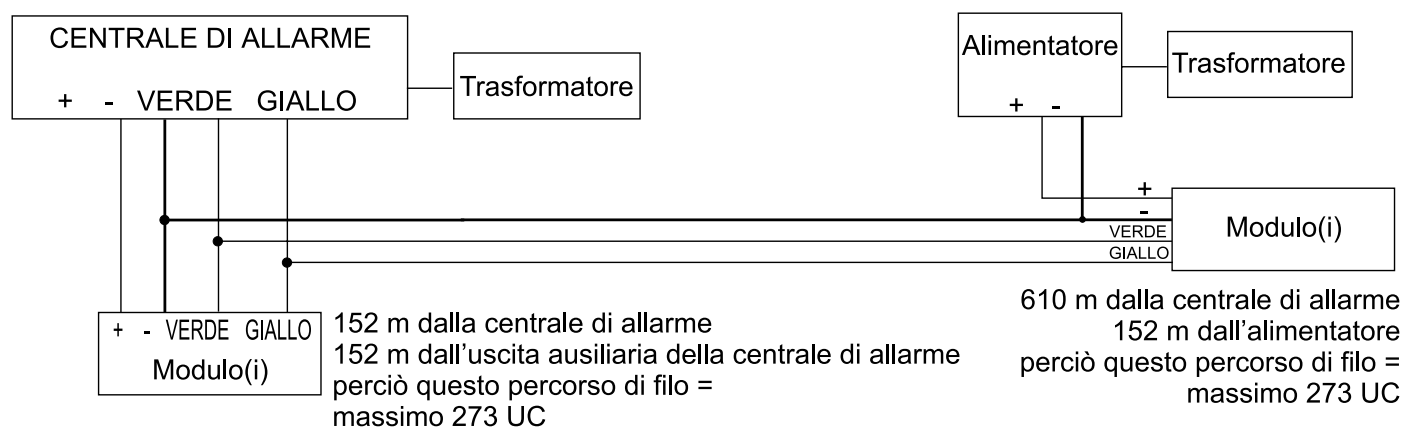

Figura 3-5: Connessioni alimentatore esterno
PASSO 1: Usando la Tabella 1, calcolare il numero totale di unità di corrente (UC) richieste da ciascun dispositivo, modulo, e accessorio nel sistema. Considerare i dispositivi connessi alle uscite PGM della centrale di allarme. Poiché l'uscita BELL ha un alimentatore separato, non includere nel calcolo le sirene collegate ad essa.
PASSO 2: Se il valore registrato nella casella "A" è minore di 700 UC, andare al passo 3. Se il valore è maggiore, occorrerà un alimentatore esterno (vedere Figura 3-5 a pagina 10) per fornire l'ulteriore corrente necessaria. Procedere con il passo 3 e fare riferimento all'esempio in Figura 3-4 a pagina 10.
PASSO 3: A causa della caduta di tensione sui lunghi collegamenti elettrici, **OGNI** lunghezza o percorso di filo nel sistema può supportare solo un numero specifico di unità di corrente (UC). Usando la Tabella 2: *Limiti di unità di corrente (UC) per ogni percorso di filo*, determinare quante unità di corrente ciascuna lunghezza di filo può supportare. Notare che il numero totale di unità di corrente (UC) non può mai superare 700 UC.